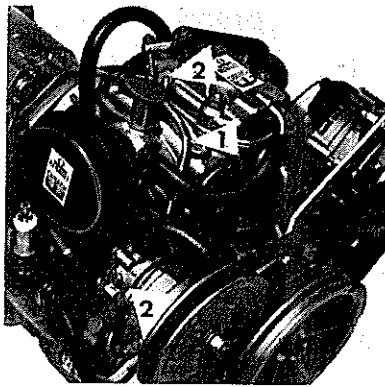

Fig. 21
- Dévisser les écrous raccord 2 du tube injection 1 Fig. 21.
- Remove connector nuts 2 from injector tube 1 Fig. 21